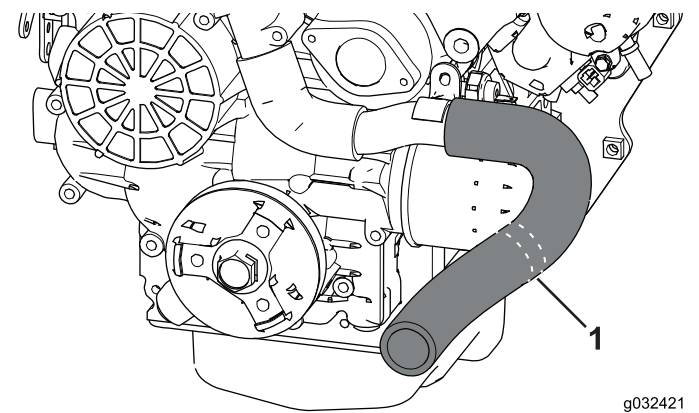

Figura 12
1. Localize e retire o tubo do radiador (Figura 12).
2. Utilize uma ferramenta para cortar o tubo do radiador nas linhas de corte (Figura 12).